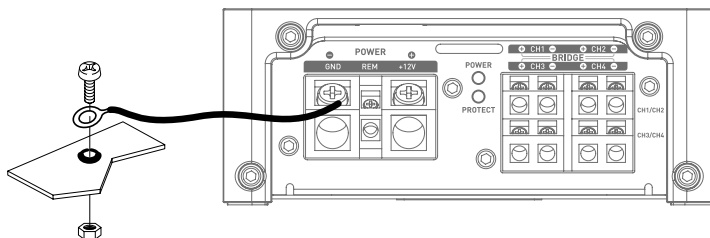

fig. 2
- 10 - Préparez la masse du châssis en grattant toute trace de peinture sur la surface métallique, afin d'assurer une bonne mise à la masse. Les connexions de masse doivent être aussi courtes que possible et **TOUJOURS** connectées à du métal soudé à la carrosserie ou au châssis du véhicule (**fig. 2**). Le point de masse généralement retenu est celui assurant la liaison entre la borne négative de la batterie et le châssis du véhicule.
**3.3.2** - Munissez-vous du câble d'alimentation négatif (-). Ce câble doit-être le plus court possible et ne doit idéalement pas dépasser 1 mètre, afin d'assurer une parfaite liaison entre l'amplificateur et le châssis du véhicule. Le câble et sa section doivent être conformes au tableau (paragraphe 3.1.) Trouvez un point de masse adéquat, puis poncez-le pour enlever toute trace de peinture ou autre verni et ainsi optimiser la qualité du contact. Percez la tôle préalablement poncée au diamètre correspondant à la vis choisie en vous assurant qu'aucun passage de câbles réservoir ou autre organe sensible du véhicule ne soit à proximité. Soudez et isolez (grâce à de la gaine thermo-rétractable) le câble de masse sur le départ de câble fourni vers votre amplificateur FPX (**fig. 2**).